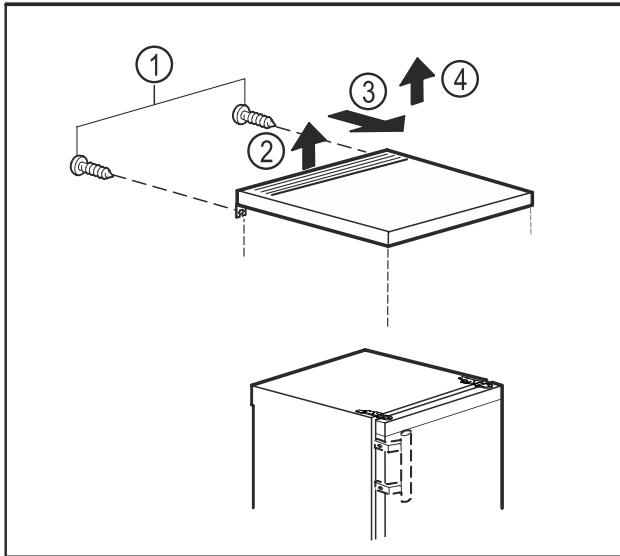

Fig. 6
- ▶ Poista takapuolella olevat ruuvit. Fig. 6 (1)
- ▶ Nosta pöytälevyä takaa. Fig. 6 (2)
- ▶ Työnnä pöytälevyä eteenpäin. Fig. 6 (3)
- ▶ Nosta pöytälevy ylöspäin pois. Fig. 6 (4)